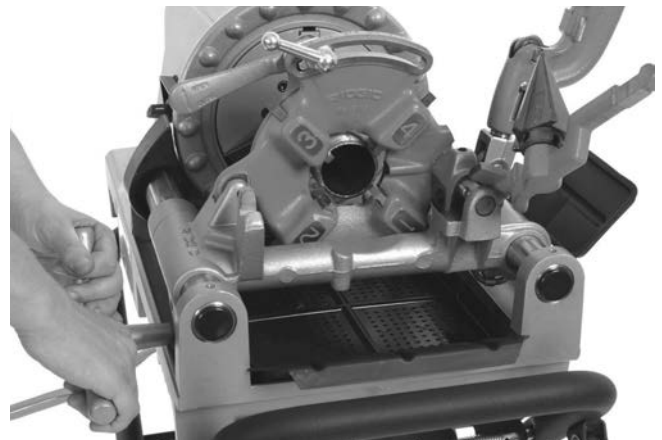

Abbildung 24 – Schneiden von Rohrgewinden (811-A schnellöffnender Schneidkopf abgebildet)
7. Drehen Sie das Schlittenhandrad, um den Schneidkopf zum Ende des Rohrs zu bewegen (*Abbildung 24*). Üben Sie leichten Druck auf das Handrad aus, um den Schneidkopf an das Rohr zu bringen. Sobald der Schneidkopf beginnt, das Rohrgewinde zu schneiden, muss keine Kraft mehr auf das Schlittenhandrad ausgeübt werden.